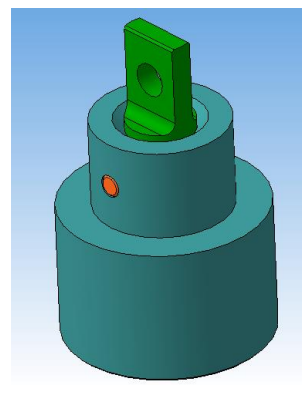

Рисунок 65.
22. В результате получается сборка (рисунок 65).